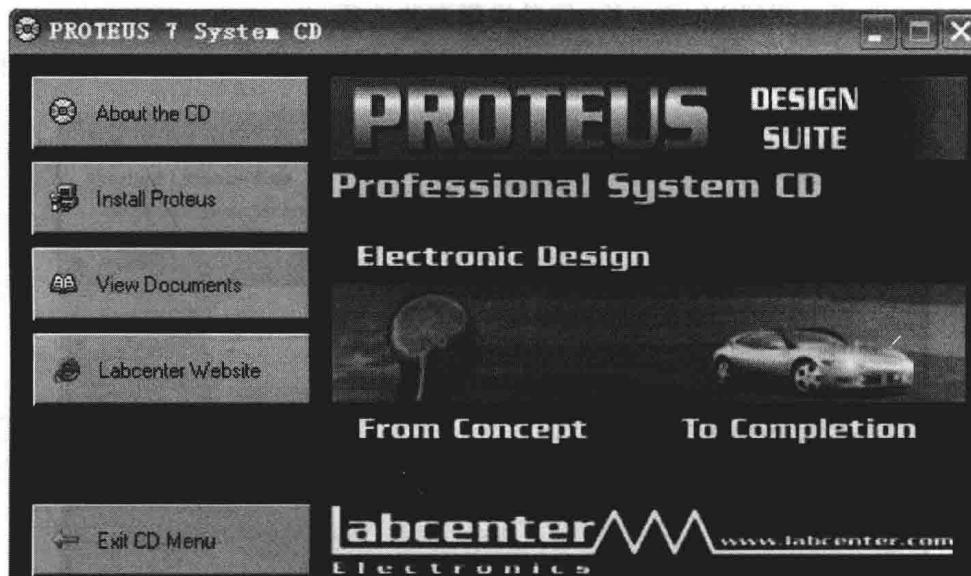

图 1-1 Proteus 安装界面
(1) 插入安装光盘，出现光盘自动运行界面，如图 1-1 所示（注意：安装时请勿插入加密狗，直到安装完全结束）。